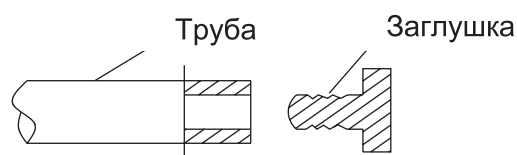

Рис. 11.10 — Установка заглушки на трубу
- д) На другой конец трубы (на пример для внутреннего блока А) установите заглушку (см. рис. 11.10).